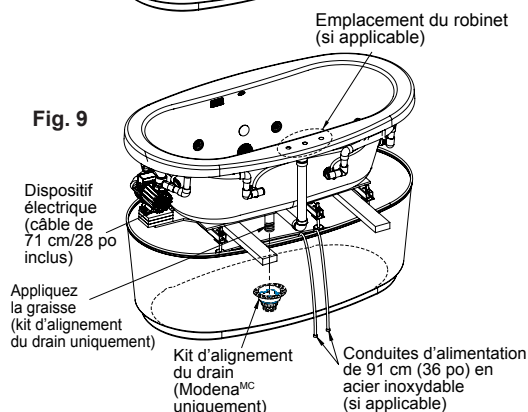

Fig. 9
- 2 Installez le kit d'évacuation du trop-plein sur la baignoire, à l'aide du raccord en laiton fourni dans le kit d'alignement du drain (Modena^{MC} uniquement). Veillez à appliquer la graisse fournie sur l'extrémité du raccord, là où il est relié avec le kit d'alignement du drain (fig. 9).
- 4 Placez la baignoire sur les supports dans la position dans laquelle elle sera abaissée dans la jupe (fig. 9). Les supports en bois doivent être placés sous la baignoire, loin des blocs en mousse ou des supports réglables. Orientez la baignoire correctement par rapport à l'évacuation et à la sortie électrique. Veillez également à aligner l'évacuation et le trop-plein avec le kit d'alignement du drain.